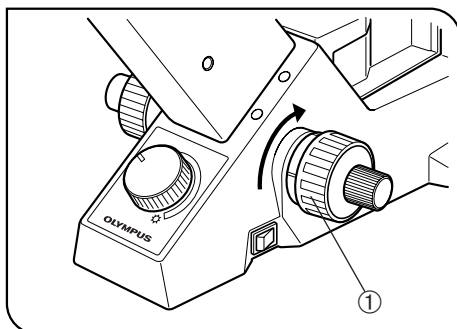

Fig. 28
(Fig. 28 & 29)
1. Rode o botão de ajuste macrométrico ① para trás até o revólver porta-objectivas ficar no limite inferior. (fig. 28)